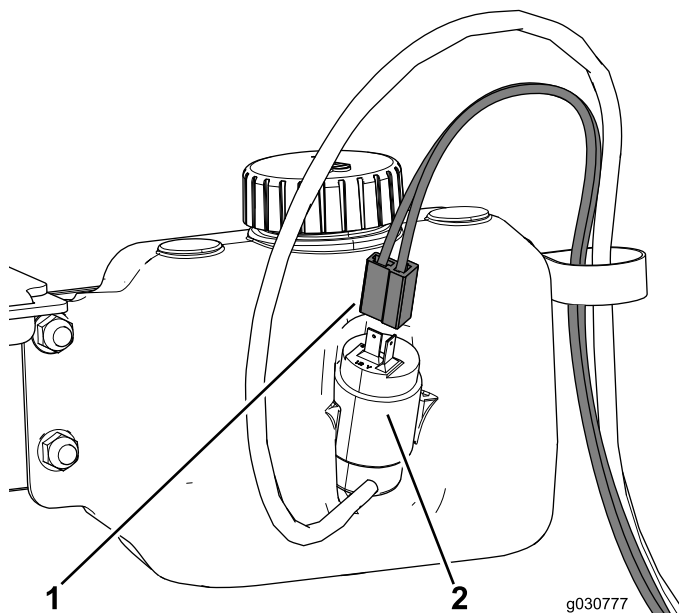

Рисунок 50
4. Проложите жгут проводки от бачка омывателя через R-образный хомут и подсоедините его к бачку (Рисунок 50).